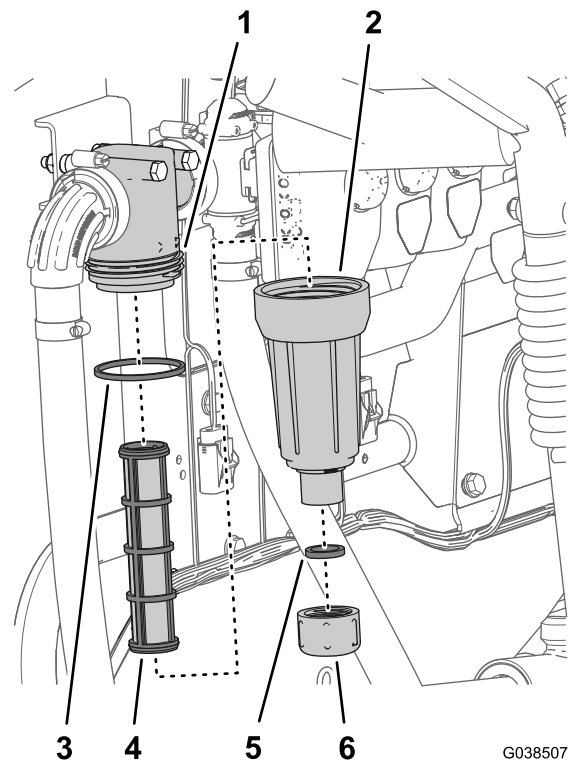

Рисунок 110
2. Поместите сливной поддон под фильтр линии нагнетания (Рисунок 110).
3. Поверните крышку сливного отверстия против часовой стрелки и снимите ее со стакана фильтра линии нагнетания (Рисунок 110).
4. Поверните стакан против часовой стрелки и снимите его с головки фильтра (Рисунок 110).
5. Извлеките старый элемент фильтра линии нагнетания (Рисунок 110).
6. Проверьте уплотнительное кольцо крышки сливного отверстия (расположенное на резьбовом штуцере стакана) и уплотнительное кольцо стакана на отсутствие повреждений и износа (Рисунок 110).
7. Вставьте новый элемент фильтра линии нагнетания в головку фильтра (Рисунок 110).
8. Установите стакан на головку фильтра и затяните вручную (Рисунок 110).
9. Установите крышку на стакан и затяните ее вручную (Рисунок 110).